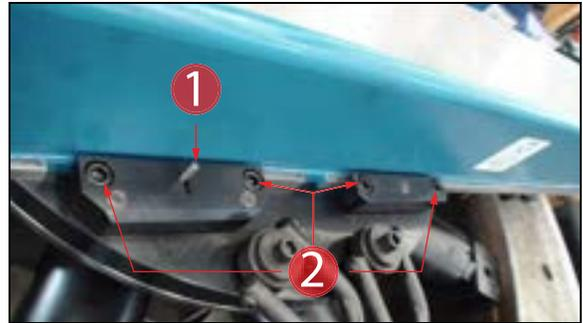

ABBILDUNG 3-19. SPANNVORRICHTUNGSSCHRAUBEN UND ANSCHLAGSTIFT
2. Den Sicherheitsanschlagstift offen halten (Abbildung 3-19).